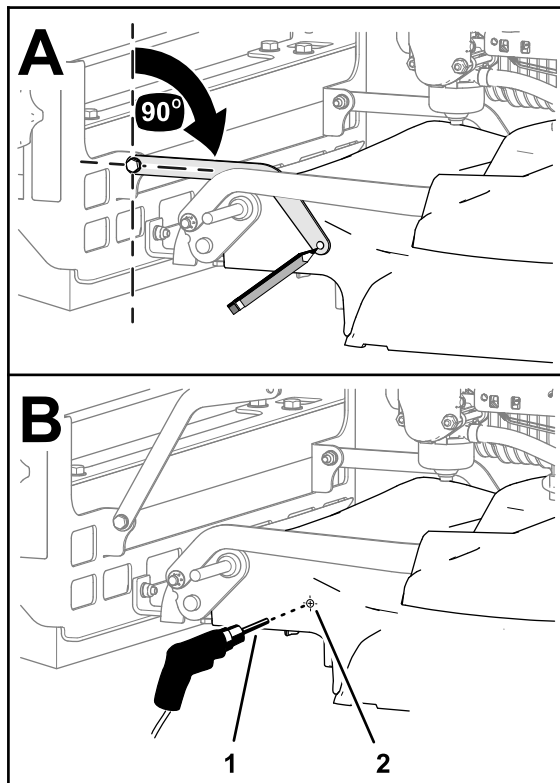

Figure 14
1. Sur le côté gauche du plateau de coupe, placez la tige de renfort à 90° par rapport au support de montage de la brosse (Figure 14).
2. Repérez l'emplacement du trou pour la tige de renfort sur le plateau (Figure 14).
4. Percez l'emplacement marqué au pointeau avec un foret (6,5 mm), comme montré à la Figure 14.